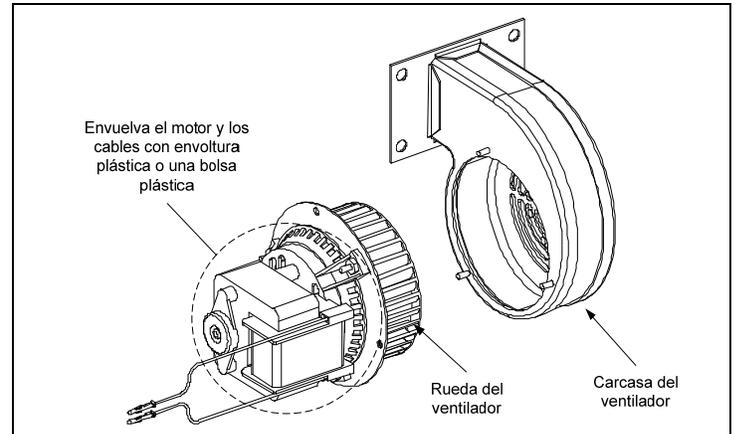

Figura 6
5. Envuelva el motor con envoltura de plástico para evitar el ingreso de agua. Rocíe producto desengrasante o detergente en la turbina y en la carcasa del ventilador. Deje remojar durante cinco minutos. Enjuague la turbina y la carcasa con agua potable caliente, luego seque con un trapo limpio. (Consulte la Figura 6)